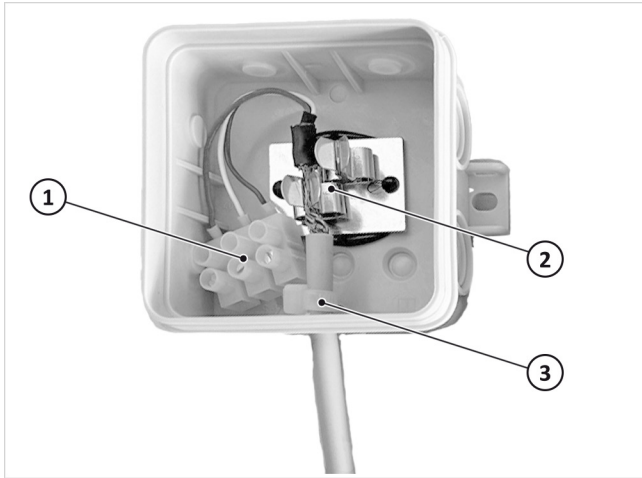

Fig. 32: Fijar la caja de conexión de Modbus
- Colocar el sujetacables adjunto para el prensaestopas del cable como se muestra en fig. 32 (3).